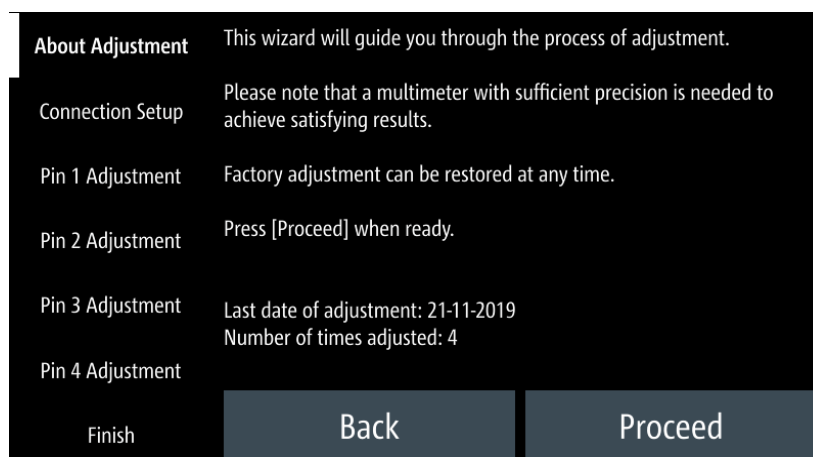

Рис. 6-38: Мастер регулировки аналогового входа
- Следуйте инструкциям на экране, которые показаны на рис. 6-38. Подайте необходимое напряжение на аналоговый вход и введите измеренное цифровым мультиметром значение с помощью экранной клавиатуры. См. рис. 6-39.